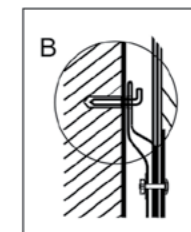

Рис. 8
2. После того, как вы выбрали правильное место установки водонагревателя, определите точки для отверстий под распорные болты с крючками (определяются в соответствии со спецификацией прибора, который вы выбрали). Просверлите в стене два отверстия соответствующей глубины с использованием сверла, подходящего по размеру под распорные болты, прилагаемые к водонагревателю, вставьте винты, поверните крюк вверх, плотно затяните гайки и затем повесьте электрический водонагреватель на эти крючки (см. Рис.8).